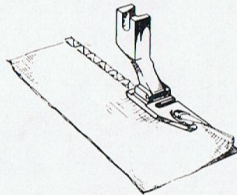

Abb. 41
b) SCHMALER ROLLSAUM (Abb. 41)